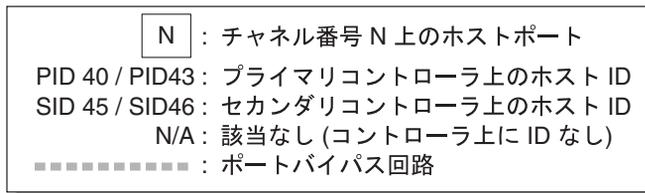

図 5-2 デュアルコントローラ Sun StorEdge 3511 SATA Array と 2 個のスイッチによるポイントツーポイント構成
- 2つのスイッチを使用しており、(スイッチの故障やI/Oコントローラモジュールを取り外した場合でもすべての論理ドライブの接続が動作できるようにするために)マルチパスを設定している場合は、各論理ドライブが2つのポートと(各I/Oコントローラモジュールに1つずつ)2本のチャンネルにマップされていることを確認してください。2つのポートから各論理ドライブにマップされているケーブルは、2個のスイッチに接続していなければなりません。この構成の例については、図 5-1 および 図 5-2 を参照してください。
図 5-1 および 図 5-2 に、各ポートのチャンネル番号(0、1、4、5)と各チャンネルのホストIDを示します。N/Aは、ポートに第2のIDが割り当てられていないことを示します。プライマリコントローラは上部のI/Oコントローラモジュールであり、セカンダリコントローラは下部のI/Oコントローラモジュールです。
データパスの経路を再指定するマルチパスソフトウェアを示した図 5-1 および 図 5-2 では、次の場合に各論理ドライブが完全に動作可能になります。
表 5-1 は、図 5-1 および図 5-2 に示すように、論理ドライブ 0 と 1 に割り当てられたプライマリおよびセカンダリホスト ID の要約です。
次の手順を実行して、図 5-1 および 図 5-2 に基づいて標準的なポイントツーポイント SAN 構成を設定します。